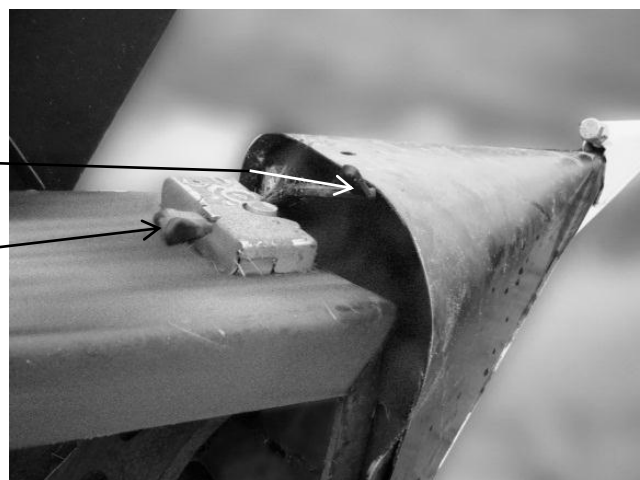

Abb. 2
- 2.4 Sicherungshebel nach unten schwenken und mit Schraube (falls vorhanden) sichern (siehe Abb. 2)